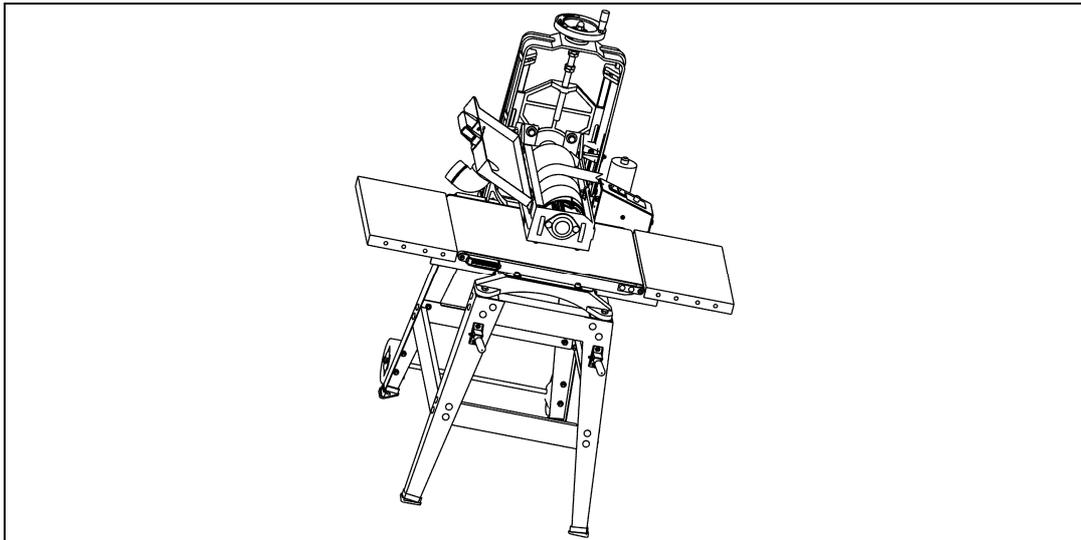

Figure 15
4. Lorsque vous avez complètement recouvert le cylindre, maintenez la tension sur la bande et insérez l'extrémité conique restante de la bande dans la fente du cylindre. Avec votre main droite, soulevez complètement la pince du tensionneur pour ouvrir les mâchoires. Insérez la partie conique de la bande abrasive (Figure 15). La pince du tensionneur fixe et tend la bande abrasive pendant l'utilisation et maintient la tension si la bande s'étire lors de l'utilisation. Si la bande abrasive n'est pas bien fixée, c'est que la pince du tensionneur n'a pas été suffisamment soulevée pour ouvrir les mâchoires de façon adéquate avant d'insérer la bande abrasive.